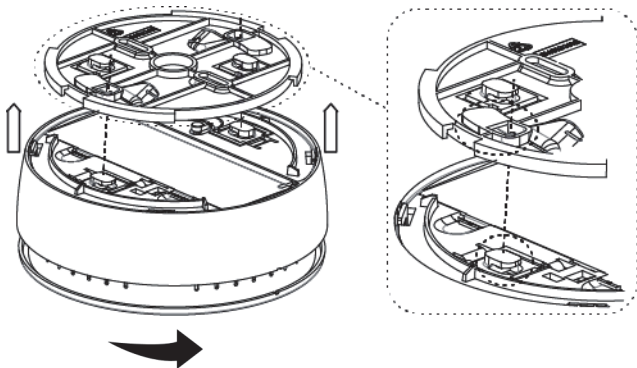

Figura 5
6. Para instalar la sirena en el soporte de montaje, alinear el soporte con la base de la unidad, introducir completamente los ganchos de la base en los orificios del soporte y girar el detector en el sentido de la flecha para fijarlo (ver Figura 5).